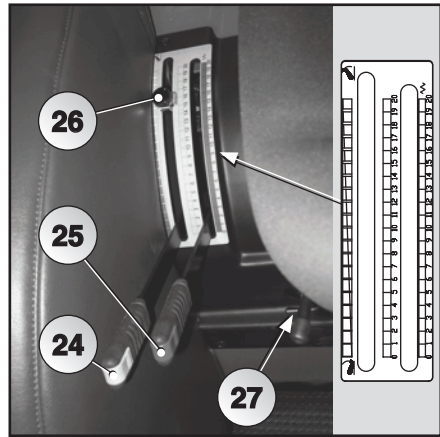

Abb. 5.67
Die Hebel (24) und (25) sind rechts neben dem Fahrersitz angebracht (Abb. 5.67).